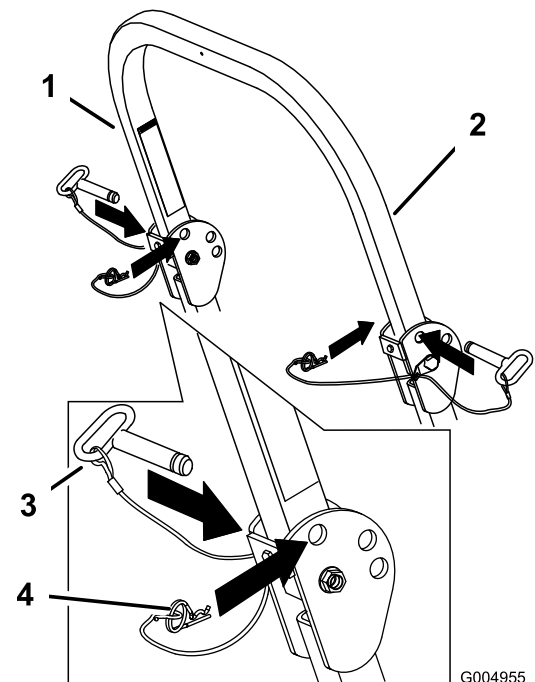

Figura 8
1. Retire las chavetas y retire los dos pasadores (Figura 8).
3. Instale los dos pasadores y sujételos con las dos chavetas (Figura 8).
4. Para elevar la barra anti-vuelco, retire las chavetas y retire los dos pasadores (Figura 8).
5. Eleve la barra anti-vuelco a la posición vertical, instale los dos pasadores y sujételos con las chavetas (Figura 8).